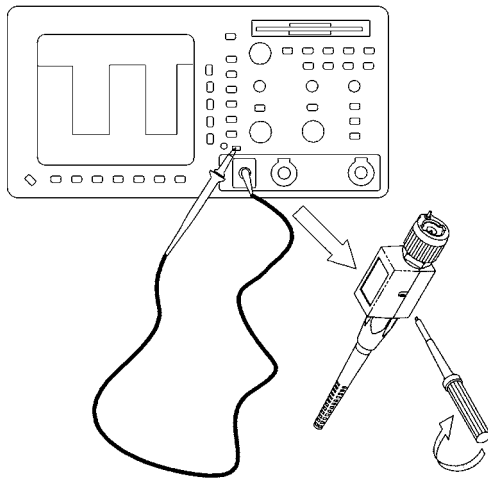

图 1.10. 在探头头部或在补偿设备上进行探头补偿调节，其中补偿设备连接到示波器输入上。
2. 把探头尖端连接到示波器前面板上的探头补偿测试点 (参见图 1.10)。